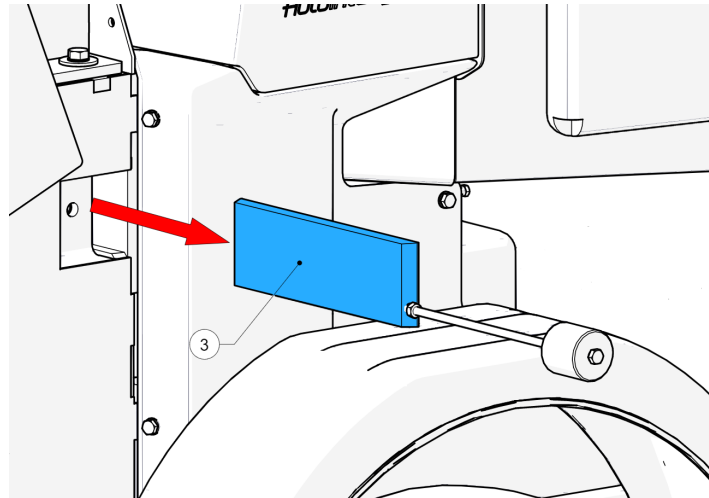

Figure 60 - Enclume retirée
10. À l'aide du marteau à inertie, retirez l'enclume (3, Figure 60) par le côté de la chambre.